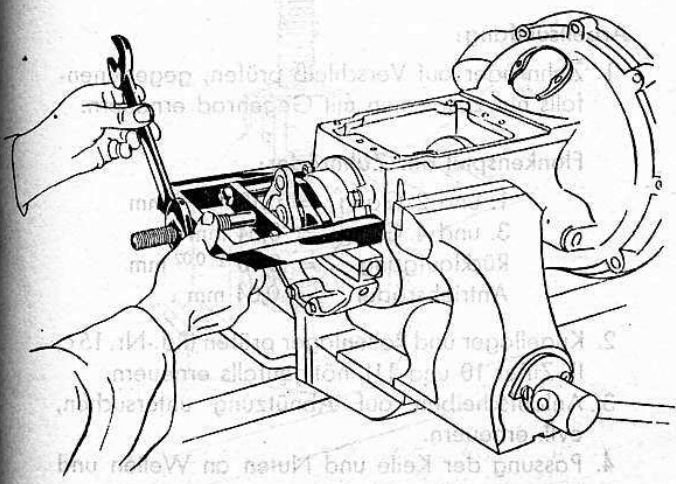

Bild 70
8. Nutmutter am Gelenkwellenflansch lösen (Wst 1227), Flansch abziehen (Wst 1258 oder 1327) (Bild 70).